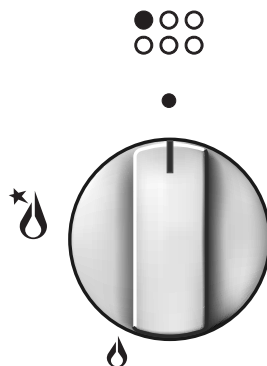

Fig. 3.1
La entrada de gas en los quemadores esta regulada por las empuñaduras de la fig. 3.1.
- 1 – Gire el botón del grifo en sentido antihorario (fig. 3.2), hasta la capacidad máxima (llama grande  fig. 3.1), y manténgalo presionado, se obtendrá la activación del encendido. Si falta corriente eléctrica, acerque una llama al quemador.